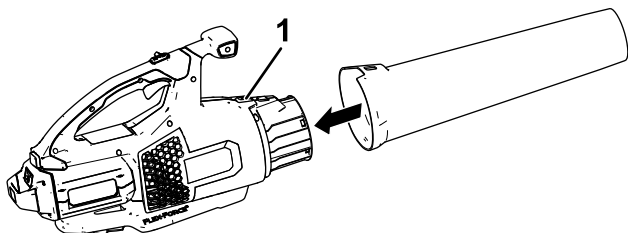

Bild 1
Setzen Sie das Laubbläserrohr in das Gehäuse des Laubbläsert ein. Sie müssen die Rohrverriegelung für das Laubbläserrohr ggf. nach unten drücken, um sie zu arretieren (**Bild 1**).
3. Halten Sie den Griff und drücken Sie das Batteriepack in den Griff, bis der Riegel einrastet (Bild 1).